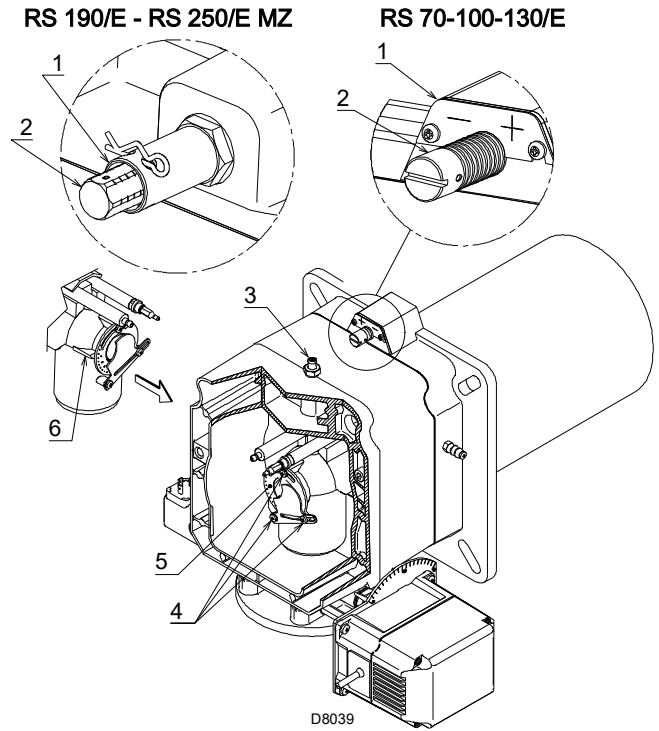

图 18
- 旋转螺丝 2)(图 18) 直至刻槽与法兰前表面 1) 对齐。
为了方便调节，可先拧松螺丝 3)(图 18)，调节后在拧紧。
- ▶ 拧松螺丝4)(图 18), 旋转环5)直至其上所确定的刻度与另一刻度 6) 对齐。